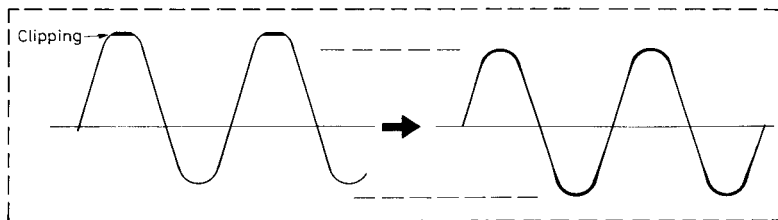
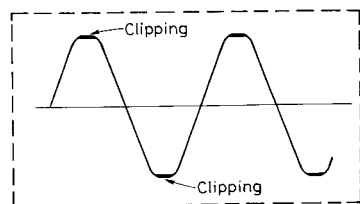

Fig. 4 (Abb. 4)
Fig. 5 (Abb. 5)
① Connect the strain gauge to the speaker terminals with the volume control turned to maximum.	① Connect the oscilloscope to the speaker terminals with the volume control turned to maximum.
② Keep R351 of the power limiter circuit fully turned to the left.	② Keep R351 of the power limiter circuit fully turned to the left.
③ Apply 1 kHz signal to the set so that the output is clipped to 5% strain.	③ Apply 1 kHz signal to the set that the output reaches the clip point.
④ Adjust R350 so that the output strain is reduced to minimum.	④ Adjust R350 so that the waveform becomes vertically symmetrical. (Fig. 4)
⑤ Adjust R351 so that the output strain becomes 5.5%.	⑤ Adjust R351 so that the upper and lower portions of the waveform are clipped to a slight extent (Fig. 5).
<ol style="list-style-type: none"> <li>1 Den Spannungsmesser an die Lautsprecheranschlüsse anschließen, und den Lautstärkereger in die Maximalposition stellen.</li> <li>2 R351 der Begrenzerschaltung ganz nach links gedreht belassen.</li> <li>3 1 kHz-Signal dem Gerät zuleiten, sodaß die Ausgangsleistung auf 5% Verformung beschnitten wird.</li> <li>4 R350 so abgleichen, daß die Ausgangsverformung auf das Minimum reduziert wird.</li> <li>5 R351 abgleichen, sodaß die Ausgangsverformung 5.5% beträgt.</li> </ol>	<ol style="list-style-type: none"> <li>1 Das Oszilloskop an die Lautsprecheranschlüsse anschließen, und den Lautstärkereger in die Maximalposition stellen.</li> <li>2 R351 der Begrenzerschaltung ganz nach links gedreht belassen.</li> <li>3 1 kHz-Signal dem Gerät zuleiten, sodaß die Ausgangsleistung den Begrenzungspunkt erreicht.</li> <li>4 R350 so abgleichen, daß die Wellenform vertikal symmetrisch wird. (Abb. 4)</li> <li>5 R351 so abgleichen, daß die oberen und unteren Anteile der Wellenform zu einem geringen Maß beschnitten werden. (Abb. 5)</li> </ol>